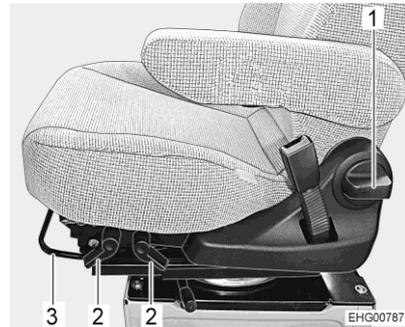

Bild 17 Sitzverstellung
- Den Bügel (Bild 17,3) nach oben ziehen.
- Vorderen oder hinteren Hebel (Bild 17,2) nach oben ziehen. Mit dem vorderen Hebel den vorderen Neigungswinkel einstellen. Mit dem hinteren Hebel den hinteren Neigungswinkel einstellen.
- Drehgriff (Bild 17,1) drehen. Je nach Drehrichtung neigt sich die Rückenlehne nach vorn oder hinten.